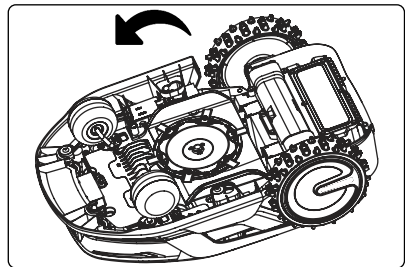

Рис. 38
3. Переверните робота вверх дном (Рис. 38).